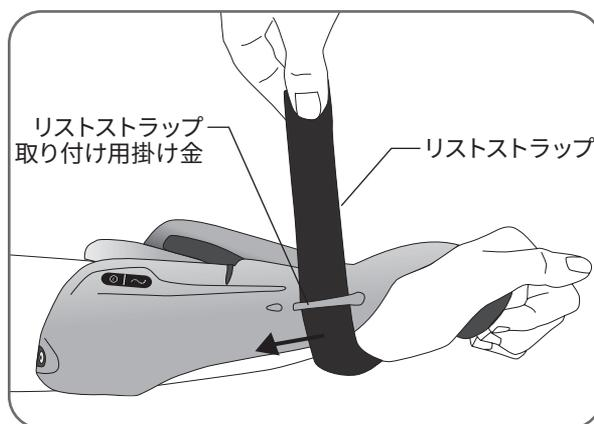

図 10-1: リストストラップをゆるめる
2. ゆっくりとリストストラップをゆるめ、スライドさせてリストストラップ取り付け用掛け金から外します。図 10-1 を参照してください。